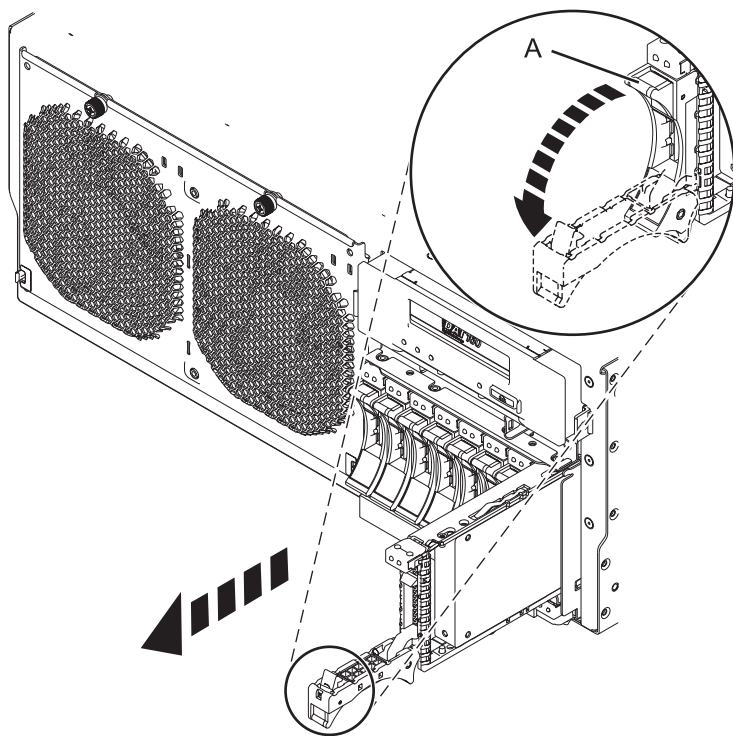

Abbildung 3. Plattenlaufwerk aus Rückwandplatine ausbauen
- 2) Stützen Sie das Plattenlaufwerk unten mit einer Hand ab und ziehen Sie das Laufwerk vorsichtig aus dem System heraus (siehe Abb. 3 auf Seite 6).